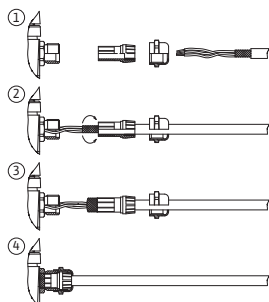

Fig. 27: Supporto schermato
La schermatura viene collegata al modulo elettronico con il passacavo. Vedi Fig. 27.
Occorre schermare i cavi dell'ingresso digitale, degli ingressi analogici e della comunicazione via bus mediante il pressacavo metallico del passacavo (Fig. 19, pos. 4, 5 e 6). Per la schermatura vedi Fig. 27.